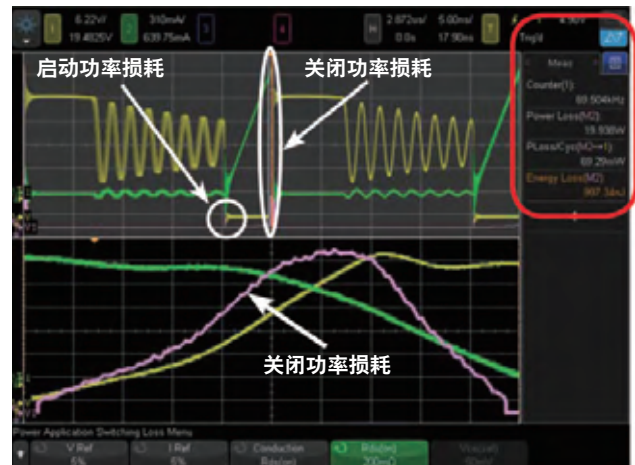

图18: 查看屏幕中央的功率尖峰，以测量晶体管关闭相的功率和能量损耗。
13. 调整水平时延/位置设置(较小的水平旋钮)，将功率尖峰调整至下方缩放显示的中央位置，如图18所示。
注意，部分开关电源在晶体管启动相(电压下降，电流开始形成)也会出现损耗。在这种情况下，您可以在主/上时基显示中看到两个功率尖峰。若使用Agilent SMPS培训套件作为被测器件，启动相的功率和能量损耗相对较低，如图18所示，主时基视图较低幅度的功率尖峰。如果您看到第二个较大的功率波形尖峰，您也当放大显示可能出现在启动相位的该尖峰，以测量该相位的损耗。
例中，Agilent SMPS 培训套件测量得到的导电相功率损耗/周期约为35mW，能量损耗约为500nJ。参考图18的关闭相损耗测量，我们测得功率损耗/周期约为65mW，能量损耗约为930nJ。一个开关周期的总损耗是关闭相、启动相(测量值，但未显示)和导电相测得功率损耗/周期和能量损耗的总和。测量值如下表所示：